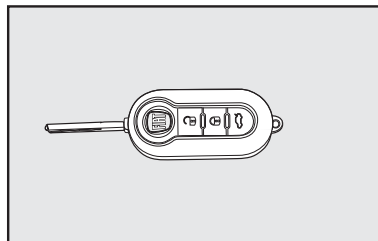

fig. 1
### CHAVES - fig. 1
- Duas chaves **fig. 1**.
- abertura/fechamento das portas por meio do controle remoto. (chave **fig. 1**).